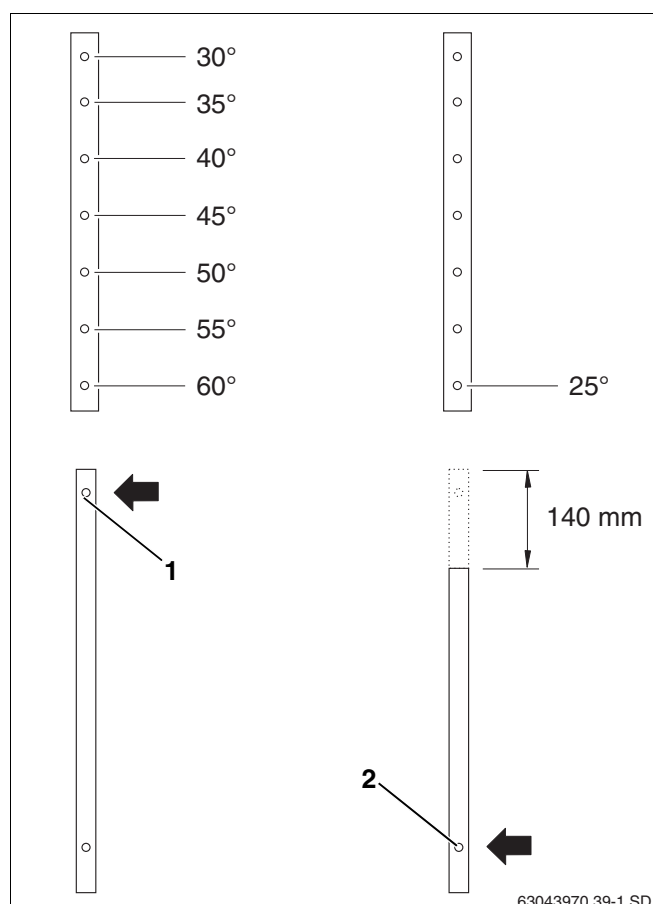
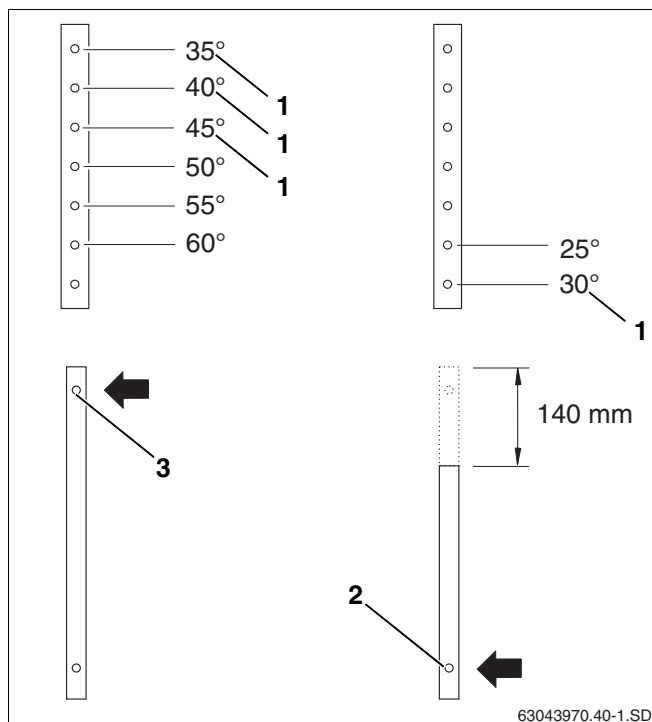

Fig. 12 Impostare l'angolo di inclinazione per i collettori verticali
Fig. 13 Impostazione dell'angolo di inclinazione per i collettori orizzontali
- ▶ Scegliere i fori delle guide telescopiche superiori e inferiori secondo fig. 12 e fig. 13.
In caso di montaggio di collettori verticali, per impostare un angolo di inclinazione del collettore compreso fra 30° e 60°, utilizzare il foro più in alto della guida telescopica inferiore (fig. 12, **pos. 1**).
Per ottenere un angolo di inclinazione di 25° è necessario accorciare la guida inferiore di 140 mm nella parte alta e utilizzare il foro inferiore (fig. 12, **pos. 2**).
In caso di montaggio di collettori orizzontali, per impostare un angolo di inclinazione del collettore compreso fra 35° e 60°, utilizzare il foro più in alto della guida telescopica inferiore (fig. 13, **pos. 3**).
Per ottenere un angolo di inclinazione di 25° e 30°, è necessario accorciare la guida inferiore di 140 mm nella parte alta e utilizzare il foro inferiore (fig. 13, **pos. 2**).
- Per il montaggio su facciata, possono essere utilizzate solo le posizioni relative agli angoli di inclinazione del collettore di 30°, 35°, 40° e 45° (fig. 13, **pos. 1**).